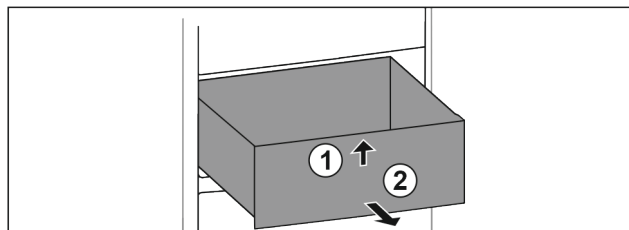

Fig. 81
- ▶ Løft skuffen foran. Fig. 81 (1)
- ▶ Ta ut skuffen framover. Fig. 81 (2)